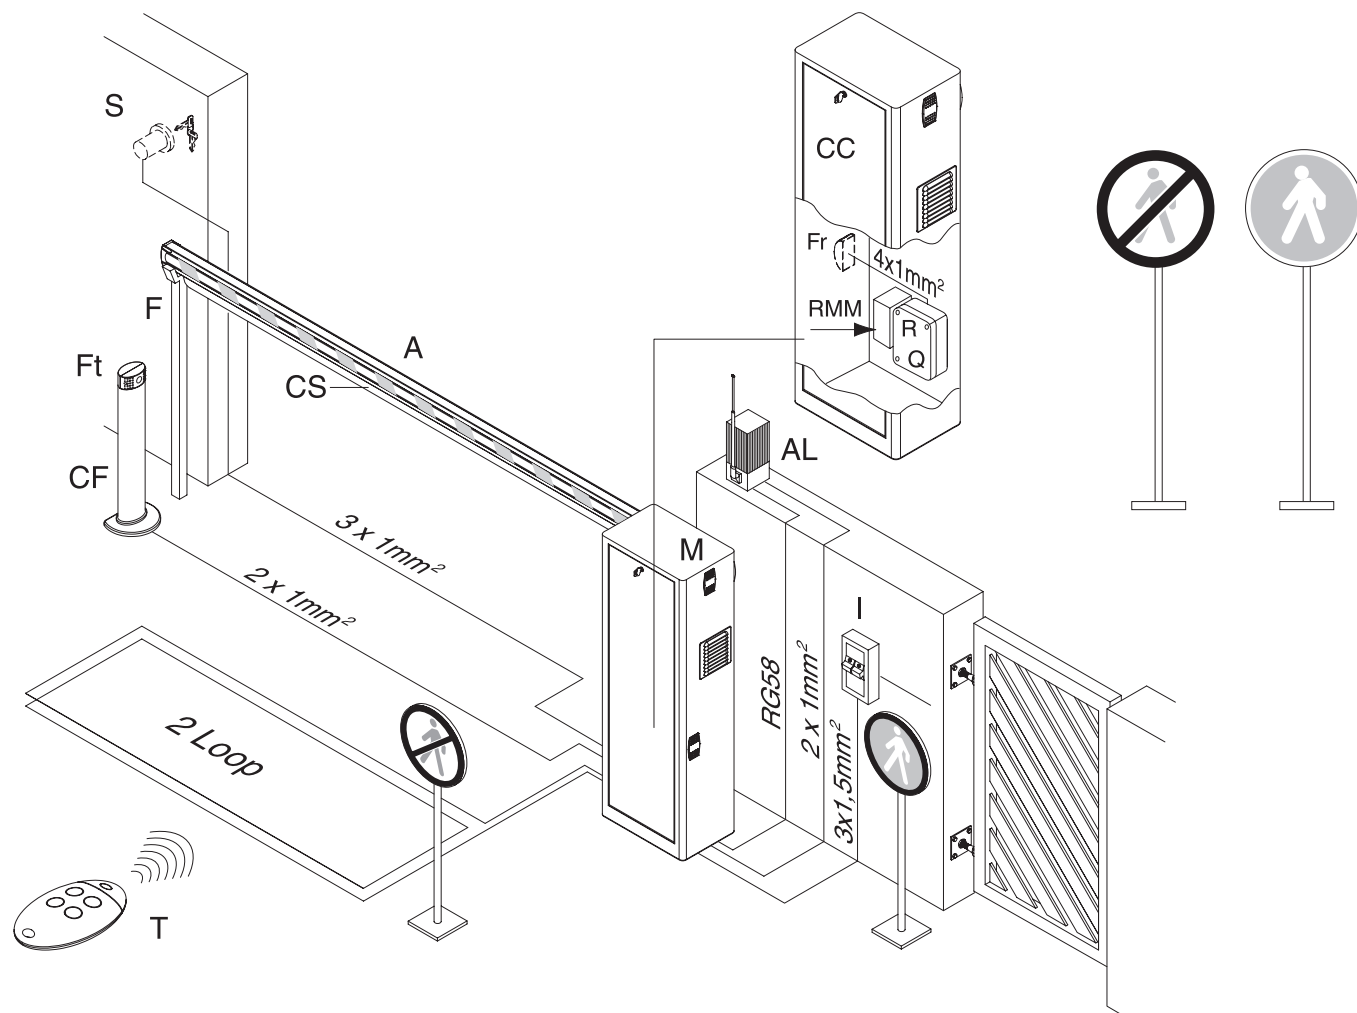
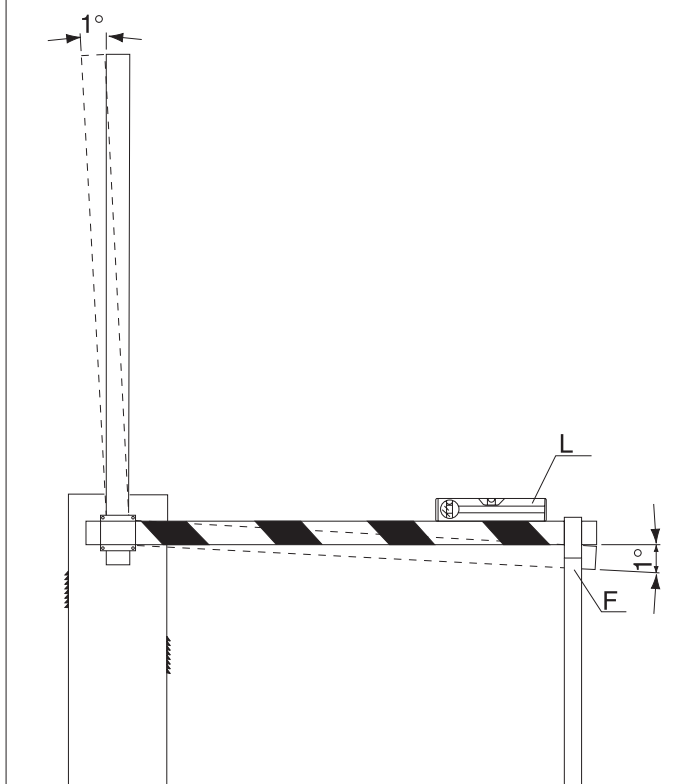
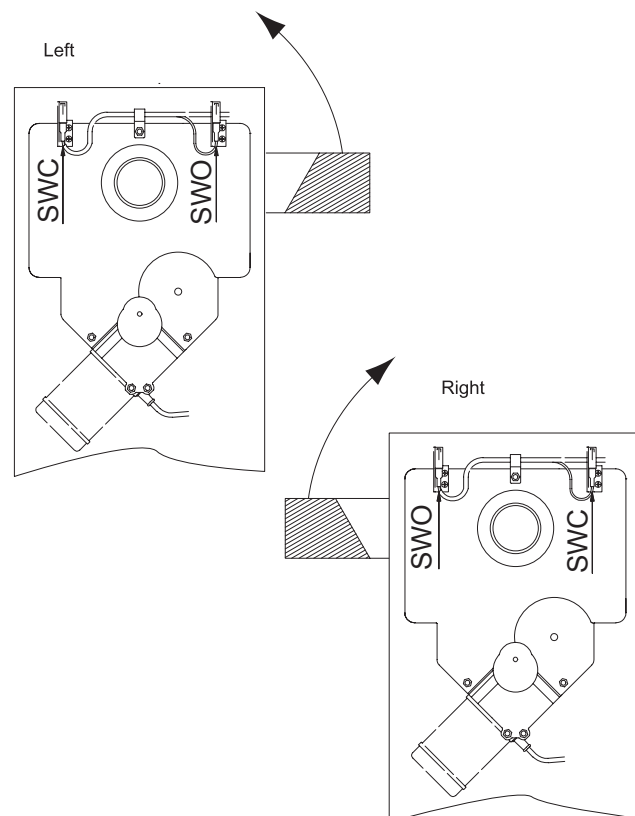

Fig. 11
Fig. 12
Fig. 13
и открытие между электрическими концевыми выключателями и механические устройства остановки (рис. 11). Регулировка
- Установить открытие микропереключателя (рис.12 ссылка SWO.), Ослабив дюбеля (рис. 13 ссылок G.), И перемещения камеры (рис.13 REF C.) До поездки микровыключатель слышал (или проверки, что соответствующий контроль Блок светодиод выключен).
- Вручную привести в бар, чтобы ее полностью закрытом положении отдыхает на вилке (рис. 11 ссылка F.). Убедитесь, что панель совершенно горизонтального помощью уровня (рис. 11 арт. L).
- Установить микровыключатель закрытия (рис.12 ссылка SWC.), Ослабив дюбель (рис.13 ссылка G.), И перемещения камеры (рис.13 REF C.) До поездки микровыключатель слышал (или убедитесь, что соответствующий контроль Блок светодиод выключен).
- Установить микровыключатель закрытия (рис.12 ссылка SWC.), Так что бар останавливается на несколько миллиметров до попадания вилки (рис. 11 ссылка F.).
- Если необходимо, отрегулируйте положение "C" камеры (рис.13), которые контролируют конца хода устройства.
- 7) Проверьте движение камеры держатель бара (рис. 13), если он не является гладким, баров должны быть смазаны.